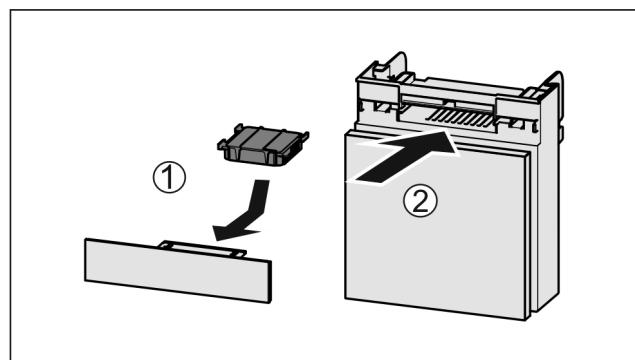

Fig. 63
- Aktivni ogleni filter vstavite Fig. 63 (1) skladno s prikazom na sliki.
- Predal potisnite noter Fig. 63 (2).